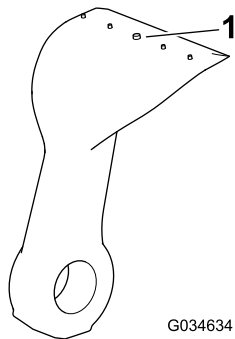

Figura 22
4. Inspeccione cada lâmina para detetar desgaste excessivo utilizando a linha de desgaste (Figura 22). Quando uma lâmina estiver gasta até à linha, substitua a lâmina.